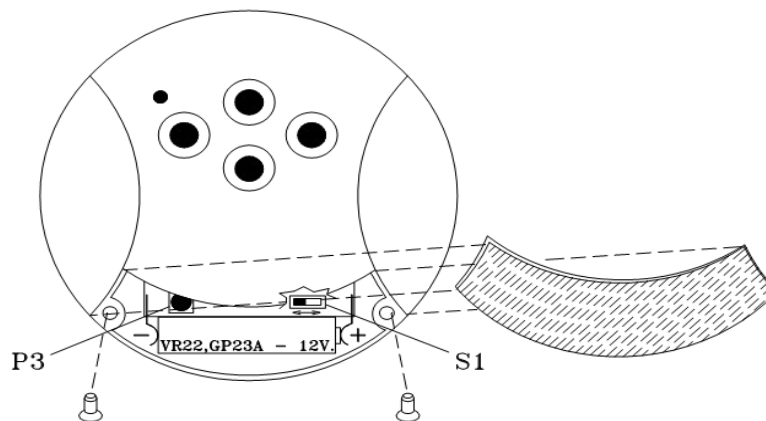

Рис.2
Примечание: если во время первого запуска привода вал движется в направлении, противоположном тому, которое указано на кнопке подачи команды, измените направление путем переключения **селектора S1**. См. рис. 2.
- 1- Открыть крышку передатчика, как показано на рис.2.